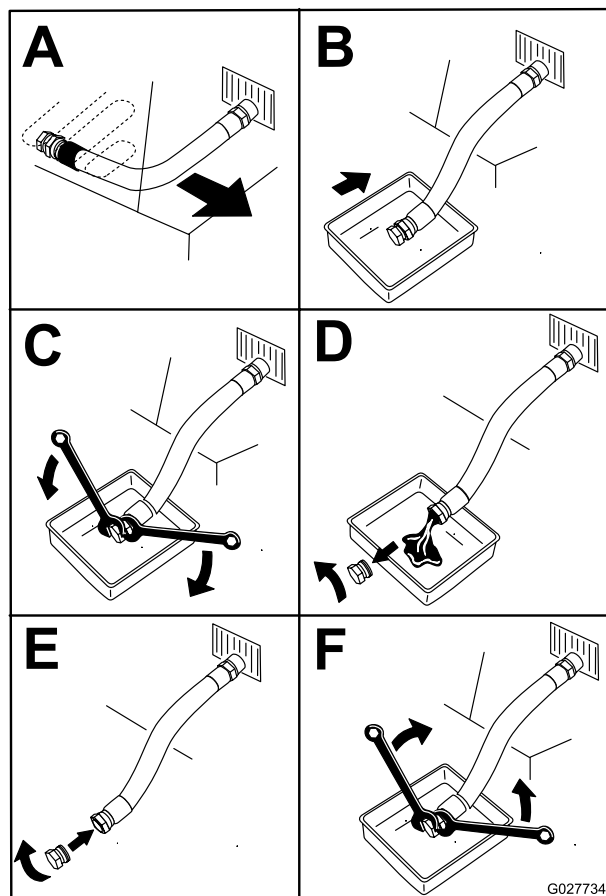

Figura 62
4. Spurgate l'olio dal motore (Figura 62).